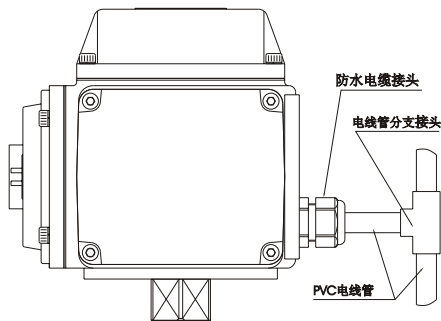

图1
- 当使用电线管时，请按图1要求安装
- ①电线管外径为Φ9~Φ11；
- ②要充分采取防水对策；
- ③执行机构应高于电线管，使电线管内积水不至流进执行机构内部而造成损坏；